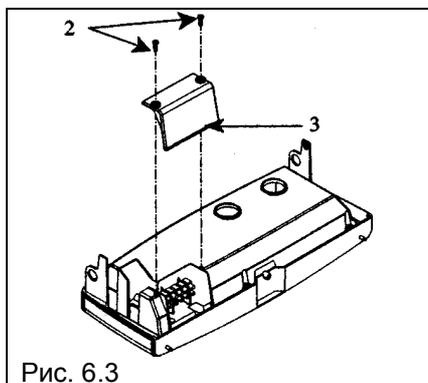

Рис. 6.3
- отвинтите винты (2), которые крепят крышку (3) к коробке блока питания и снимите крышку (рис. 6.3.);
- установите на место крышку блока питания (3) (рисунок 6.3.);